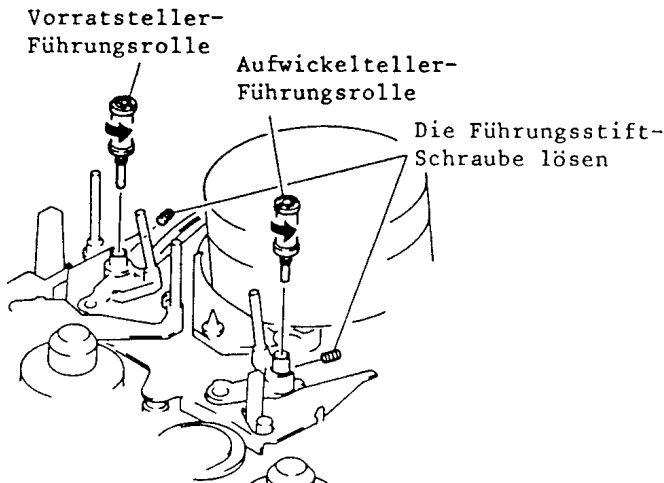

Abb. 7-14 Führungsrollen
14. Führungsrollen (Abb. 7-14)